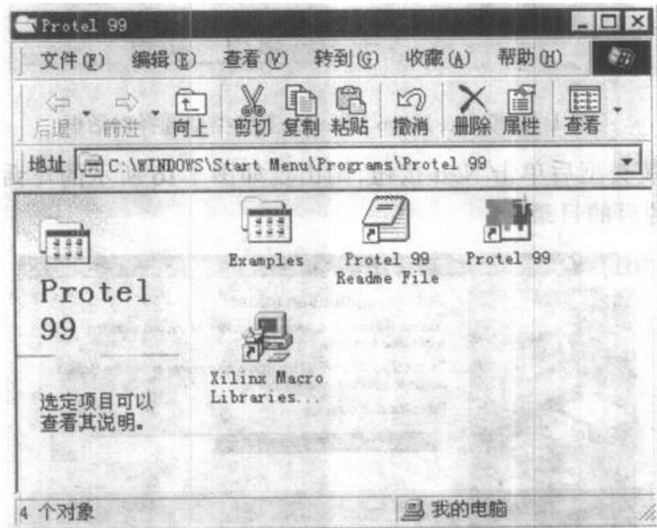

图 1-13 已安装的软件内容显示窗口
(13) 接下来,将自动出现如图 1-13 所示的窗口,显示安装到系统上的内容,也就是提醒读者该进行 Protel 99 电路自动设计库资源的安装了。